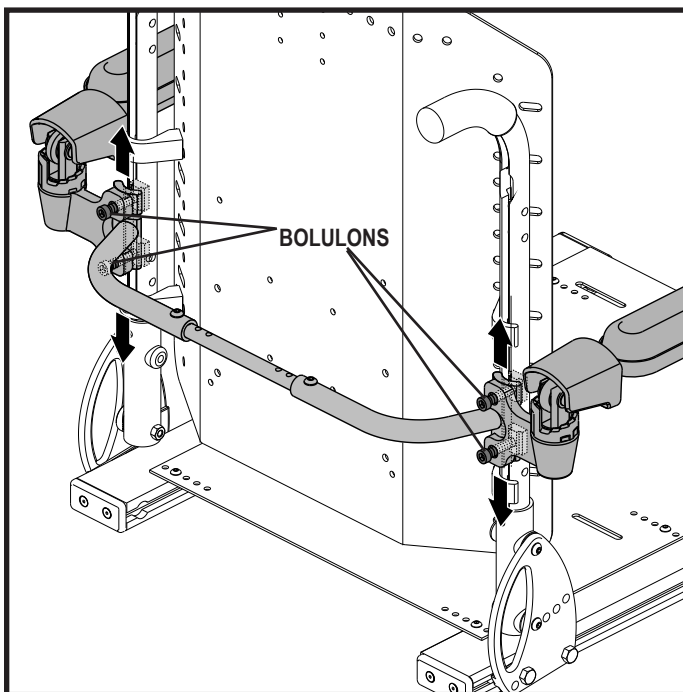

Figure 17. Réglage en hauteur des accoudoirs Cantilever fixée sur la barre
1. Desserrez les deux boulons sur chacun des supports d'accoudoirs. **Voir la figure 17.**